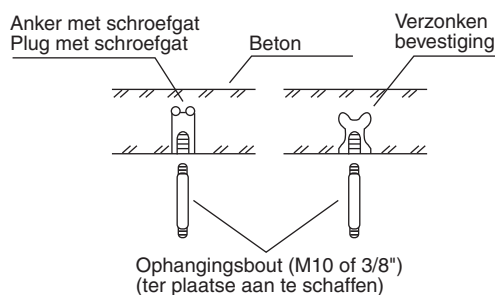

Afb. 3-5
- (1) Plaats het diagram op ware grootte (meegeleverd) op het plafond op de plek waar u de binnenunit wilt installeren. Gebruik een potlood om de boorgaten te markeren (Afb. 3-5).